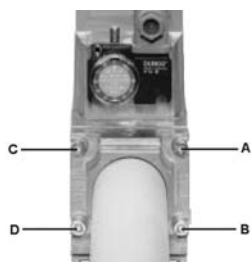

Fig. 8
1. Aflojar los tornillos A y B, no destornillarlos (Fig. 8 Fig. 8 y Fig. 9 Fig. 9).
2. Desatornillar los tornillos C y D (Fig. 8 Fig. 8 y Fig. 9 Fig. 9).